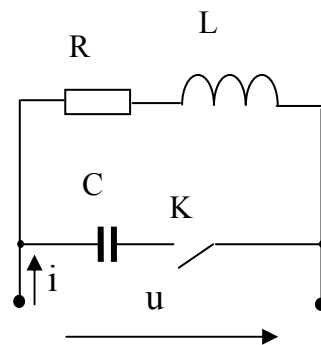

Рис. 2.5.11
2.5.11. Активно-индуктивный приемник с параметрами  $R$  и  $L$  (рисунок 2.5.11) потребляет мощность  $P=1200$  Вт при токе 11 А и напряжении источника  $U=220$  В. Определить емкость батареи конденсаторов, которую нужно включить параллельно приемнику, чтобы повысить коэффициент мощности до  $\cos\varphi^1=1$ . Какой ток  $I^1$  установится в ветви до разветвления после подключения конденсаторов? Напряжение считать неизменным,  $f=50$  Гц.